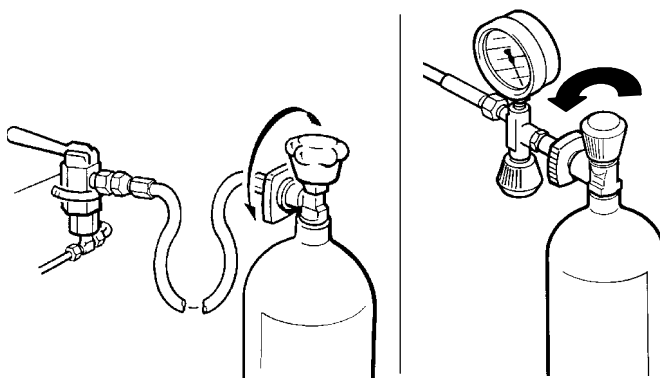

Рис. 10 Подсоединение баллонов сжатого воздуха
- Подсоедините баллон сжатого воздуха к разъёму для баллонов (см. Рис. 10).